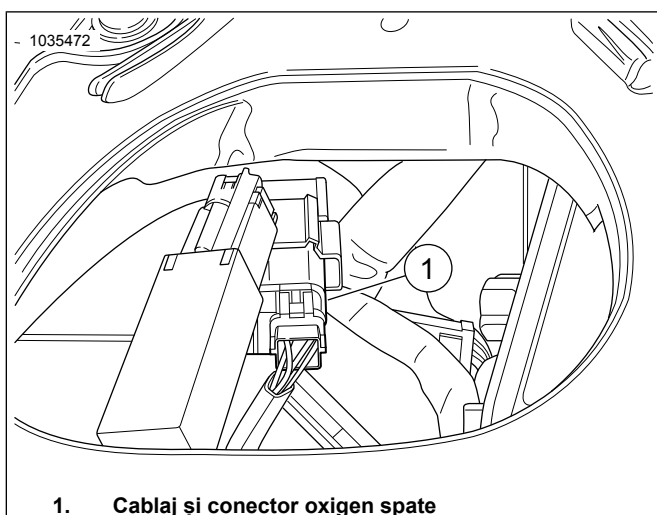

Figura 38. Locația senzorului de oxigen spate
Consultați Figura 38 . Deconectați conectorii pentru senzorul de oxigen din spate (1) de la cablajul principal.
Consultați Figura 38 . Direcționați conectorul cablajului negru la cablajul principal. Conectori care se potrivesc la culoare: negru la negru.